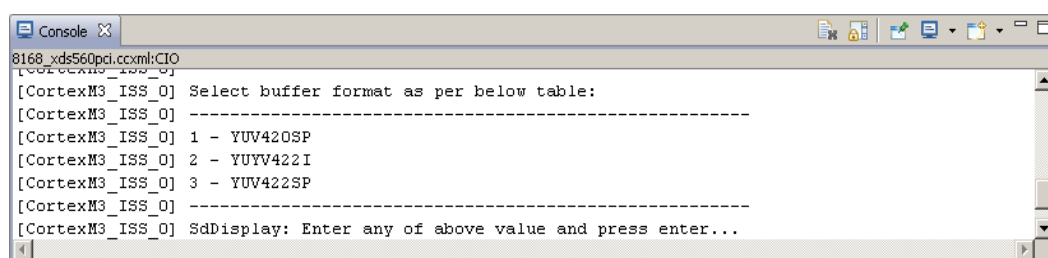

图 1-2-24
6. 接着提示选择显示输入数据格式, 如图 1-2-24 所示。选择 2 (YUV422I 格式), 按下回车确认;